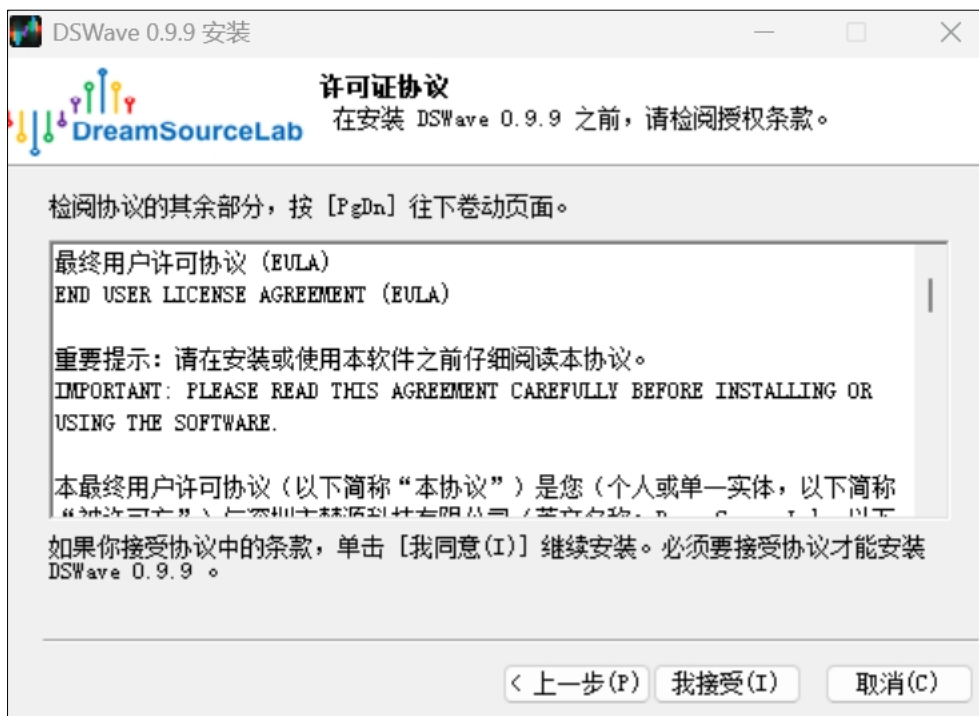

图 1-3
4) 弹出下图（图 1-3）所示窗口，请仔细阅读许可证协议，如果您接受许可证协议中的条款，并愿遵守时，请点击“我接受”继续安装。如您不接受许可证协议中的条款，请点击“取消”安装。